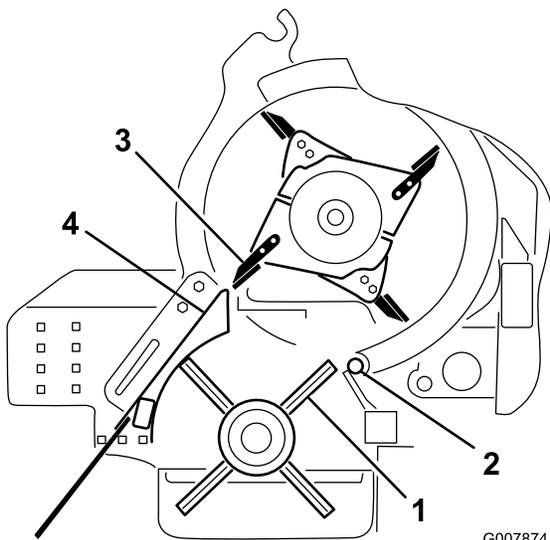

図 61
4. ブラシ・プーリを回して、ブラシの列を回転コーナーに整列させる図 61。
5. チョッパーを回して、ブレードの刃先をブラシ・ハウジングの外側にそろえる図 61。